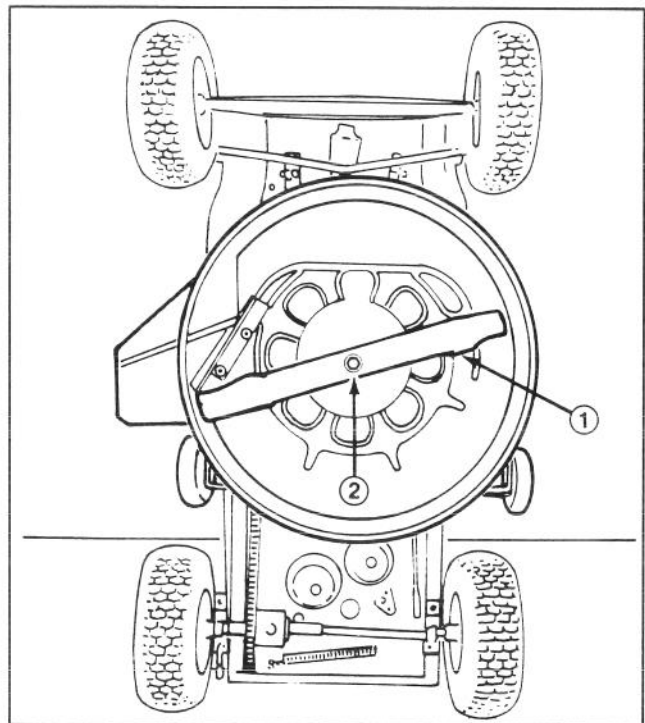

Figure 15
6. Saisir l'extrémité de la lame à l'aide d'un chiffon ou d'un gant épais. Puis enlever le boulon de la lame, la rondelle et la lame (Fig. 15).
9. Remettre l'un après l'autre, la lame, la rondelle et le boulon de la lame (Fig. 15). Serrer le boulon de 6,2 à 8,1 kg/m (61-81 Nm).
6. Enlever l'herbe coupée et les saletés qui adhèrent aux parois internes du carter de la tondeuse (Fig. 15), à l'aide d'un tuyau d'arrosage. Gratter toute herbe ou saleté que l'eau n'a pas éliminée, puis laver à nouveau le carter.
7. La machine étant debout, vérifier l'état de la lame (Fig. 15).